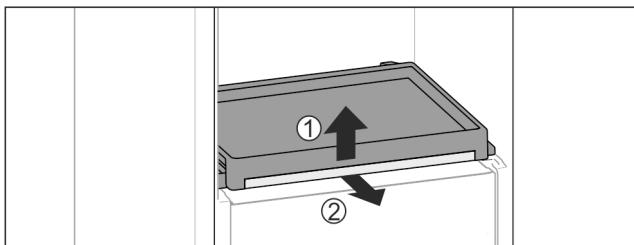

Fig. 39
- Выньте выдвижную панель со стеклянной панелью: Слегка приподнимите спереди стеклянную полку Fig. 39 (1) и потяните вперед Fig. 39 (2).